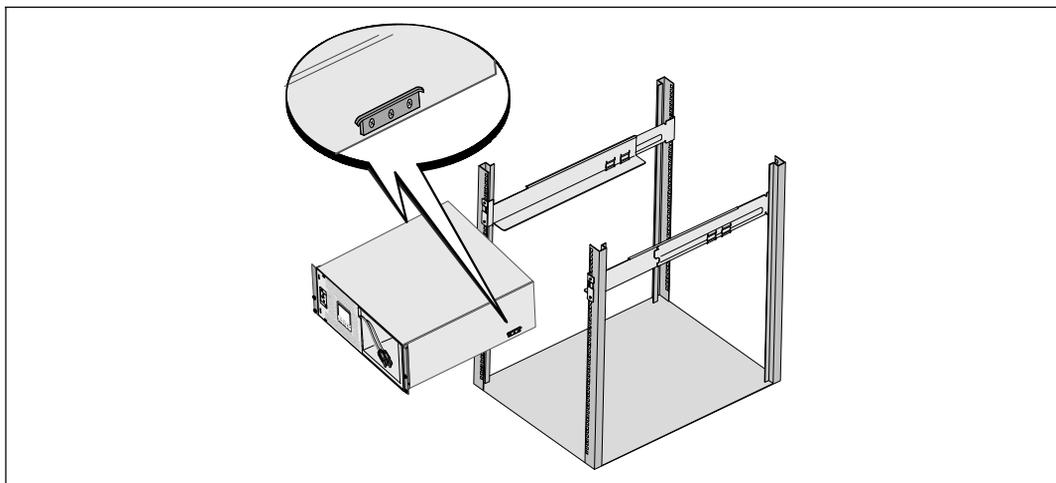

图 10. 安装机箱
- 6 将机箱滑动到机架上(参见图 10)。对其它机箱重复步骤 3 至 5。